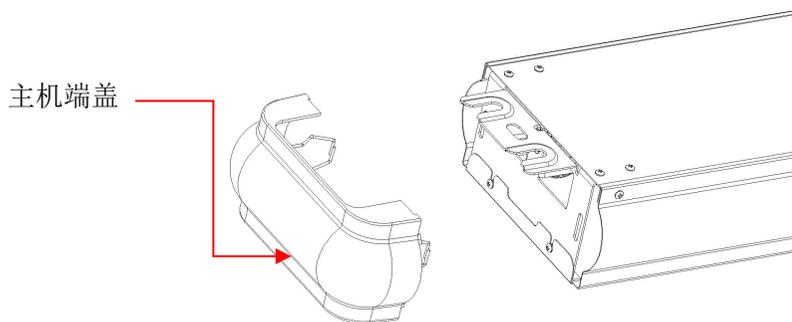

图 5
5、拆下两端的主机端盖（如图 5 所示），然后小心托起主机，将主机的四个安装孔分别对准四个膨胀螺钉，接着把垫片